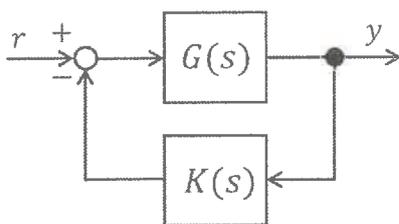
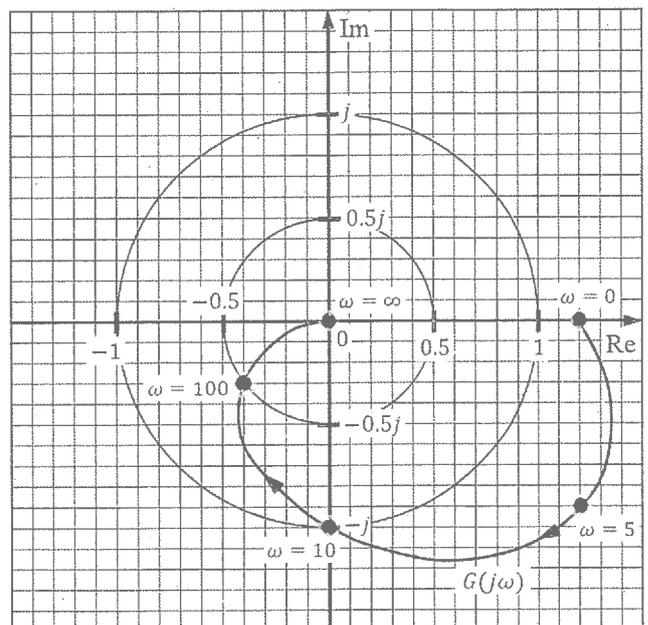

Fig. 2 Feedback system 2
Fig. 3 Vector locus of $G(s)$
2. Fig. 2のフィードバックシステムを考える。ただし, $G(s)$ はある安定な伝達関数であり, そのベクトル軌跡はFig. 3で与えられるものとする。また, $K(s)$ は, $K(s) = e^{-Ls}$ であるものとする。ただし, L は正の実数である。システムが安定となるために L が満たすべき条件を求めよ。なお, Fig. 3の ω は角周波数を表し, その単位はrad/sとする。
2. Consider the feedback system in Fig. 2. $G(s)$ is a stable transfer function, and its vector locus is given in Fig. 3. In addition, $K(s)$ is given as $K(s) = e^{-Ls}$, where L is a positive real number. Derive the condition of L under which the system is stable. Note that ω in Fig. 3 represents the angular frequency, and its unit is rad/s.